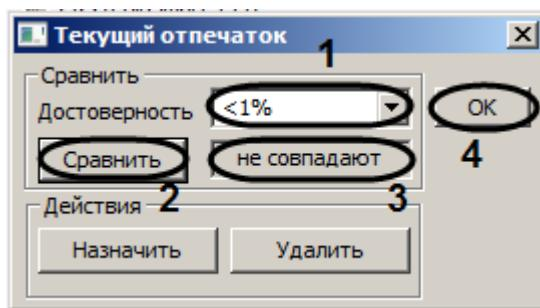

Рис. 3.11—2 Сравнение с отпечатком пользователя
- Из раскрывающегося списка **Достоверность** выбрать требуемую степень различия отпечатков (см. Рис. 3.11—2, 1).
- Нажать на кнопку **Сравнить** (см. Рис. 3.11—2, 2). Результат сравнения будет отображен в текстовом поле (см. Рис. 3.11—2, 3).
- Нажать на кнопку **OK** для завершения сравнения (см. Рис. 3.11—2, 4).